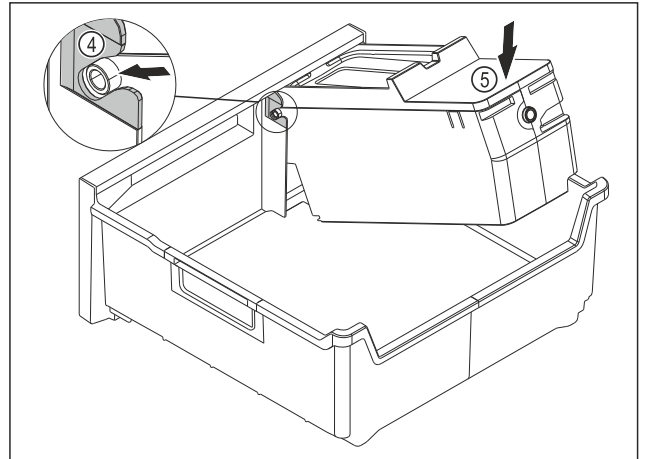

Fig. 116
- ▶ Montaż korpusu EasyTwist-Ice: Wsunąć osie korpusu EasyTwist-Ice w prowadnicę Fig. 116 (4).
- ▶ Docisnąć korpus EasyTwist-Ice Fig. 116 (5) z tyłu do dołu.